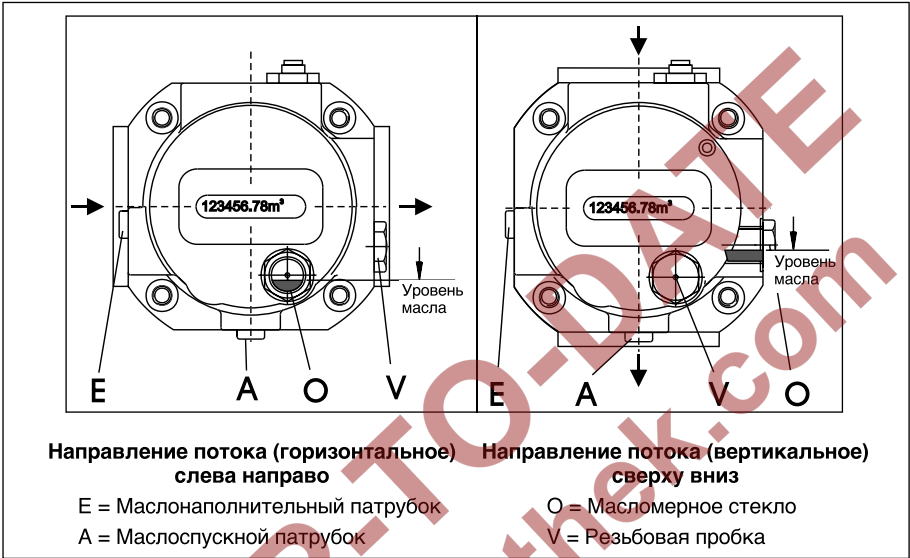

Рис. 8: Горизонтальное и вертикальное положения встраивания, наполнение масла и индикация уровня масла в счетчике **типа RVG-ST**
- При **горизонтальном направлении потока** имеется два отверстия для наполнения масла Е или V. Спускное отверстие А находится на самой низкой точке. Масломерное стекло О находится на передней стороне счетчика под счетным механизмом (рис. 8 слева).
- При **вертикальном направлении потока** можно использовать только маслонаполнительное отверстие Е. Спускное отверстие А находится на самой низкой точке. Теперь масломерное стекло расположено справа на передней крышке корпуса (рис. 8 справа).